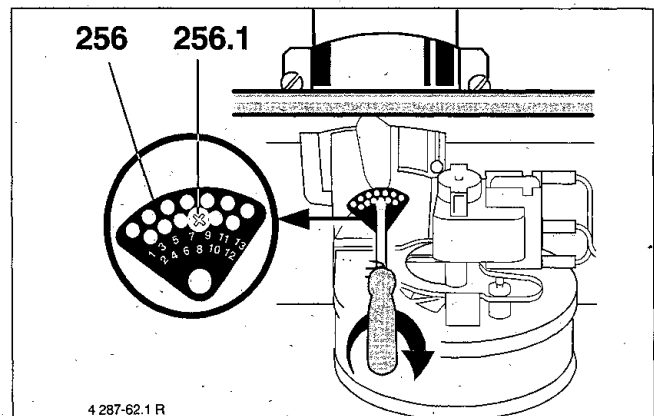

Bild 68
- Die verstellbare Drosselblende (256) mit der Schraube (256.1) wieder sichern (Bild 68).